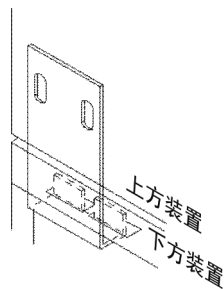

图 1-7. 将堆叠架插入插槽
- 5. 将堆叠架插入到装置后方的插槽中，如图 1-7 所示。